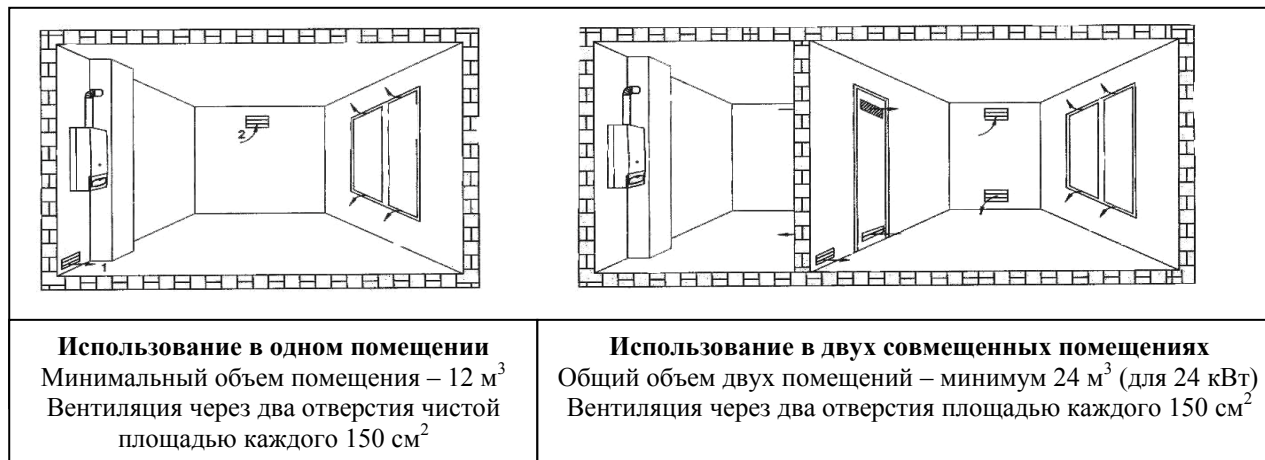

Рисунок 8
- Сообщающиеся помещения должны иметь постоянный приток свежего воздуха непосредственно с улицы. Два не закрывающихся вентиляционных отверстия, каждое площадью не менее  $150 \text{ см}^2$  или одно отверстие площадью не менее  $300 \text{ см}^2$ . Верхнее отверстие должно быть максимально приближено к потолку и располагаться на высоте не менее 180 см от пола, второе – возможно близко к полу. (Рисунок 8)